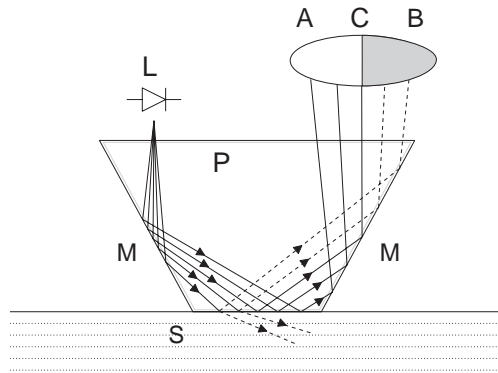

Figura 10.1 Princípio do refratômetro
O refratômetro em linha K-Patents determina o índice de refração n_D da solução de processo. Ele mede o ângulo de refração crítico usando uma fonte de luz de LED amarela com o mesmo comprimento de onda (589 nm) que a linha de sódio D (portanto n_D). A luz da fonte de luz (L) na Figura 10.1 é direcionada para a interface entre o prisma (P) e o meio de processo (S). Duas das superfícies do prisma (M) atuam como espelhos dobrando os raios de luz de modo que atinjam a interface em ângulos diferentes.